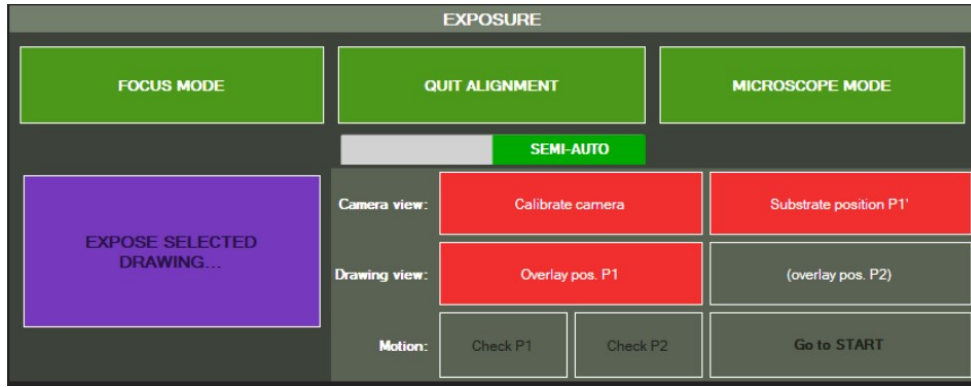

图 57 -半自动对准模式
3. 在 曝光 EXPOSURE 界面上，单击对齐模式，并将下面的拨动开关设置为 SEMI-AUTO(图 57)。